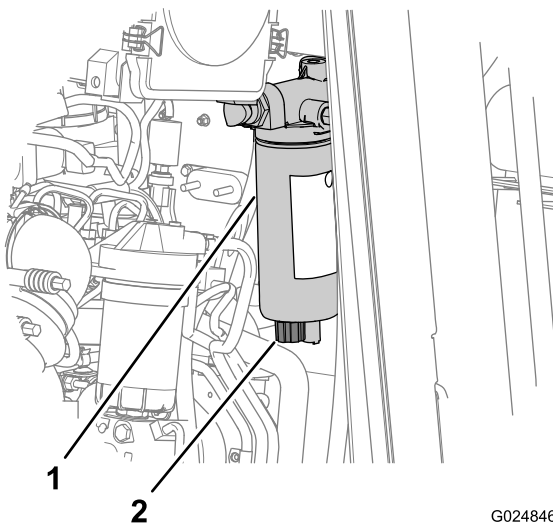

Рисунок 20
2. Поместите сливную емкость под сливной кран водоотделителя (Рисунок 20).